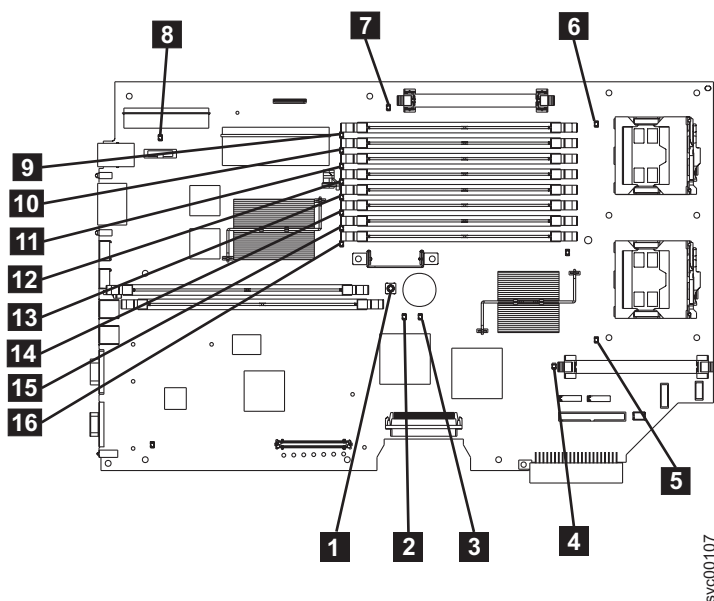

図 57. SAN ボリューム・コントローラー 2145-8F2 または SAN ボリューム・コントローラー 2145-8F4 のシステム・ボード
はい 308 ページの表 21 を参照にして、特定なライト・パス診断 LED 用に指定されたアクションを実行して、ステップ 3 (310 ページ) に進みます。アクションによっては、システム・ボード上またはファン・バックプレーン上の LED 状態を監視している必要があります。システム・ボード LED の位置は、307 ページの図 57 に示されます。ファン LED はそれぞれのファンに隣接して配置されています。必要な LED を表示するには以下を行います。
- d. ライト・パス診断ボタン **1** を押します。図 57 を参照してください。